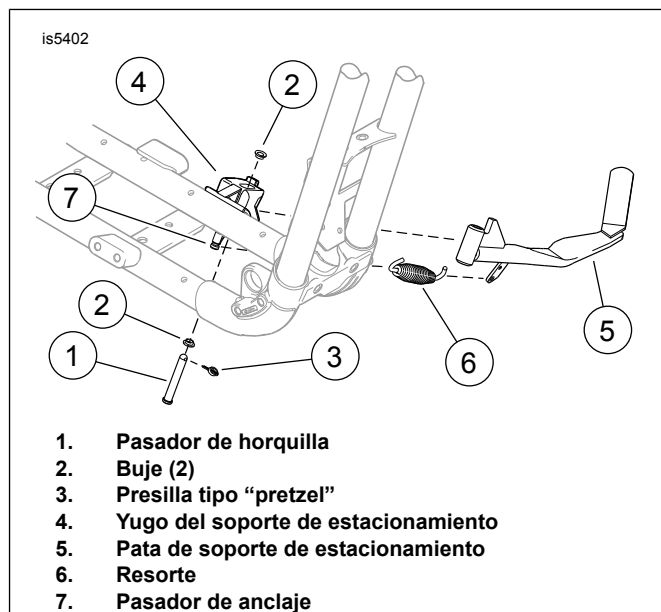

Figura 2. Soporte de estacionamiento
- Vea Figura 2. Coloque la pata de soporte de estacionamiento en la posición plegada y quite la presilla tipo "pretzel" (3).
- Mientras sujeta con firmeza la pata de soporte de estacionamiento (5) en la posición completamente plegada, retire el pasador de horquilla (1) hasta que se desacople del agujero de pivote superior del yugo del soporte de estacionamiento (4).
- Separe el resorte (6) del pasador de anclaje (7) usando alicates. Desenganche el otro extremo del resorte de la pata de soporte de estacionamiento.
- Limpie el pasador de anclaje montado en la estructura y aplique una pequeña cantidad de grasa para cojinetes de ruedas a los agujeros de pivote de la nueva pata de soporte de estacionamiento (5) y al yugo, a la ranura del pasador de anclaje y al eje del pasador de horquilla (1).